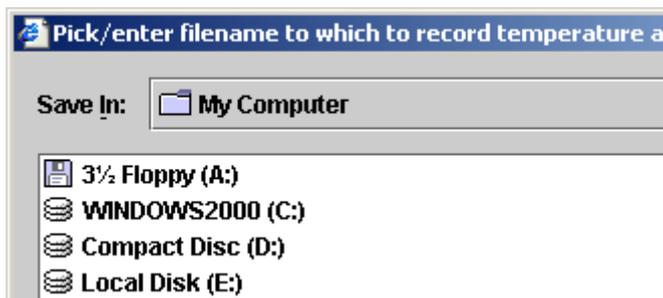

Рис. 35
**Запись данных о температуре и циклах** - запись информации о температуре и цикле один раз в минуту. Файл открыт, и данные записываются. См. Рис. 35.